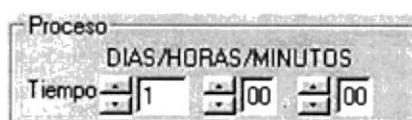

Figura 9.124 Tiempo del proceso
5. Se ingresa el tiempo de proceso del trámite, dando click en el botón del respectivo día, hora o minuto (ver figura 9.124).